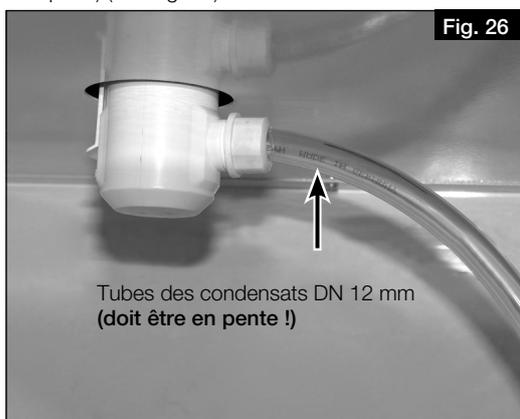

Fig. 26
- Raccorder le tube des condensats (longueur max. 1,5 m) au système d'évacuation des eaux usées du bâtiment (à un siphon) (voir Fig. 26).